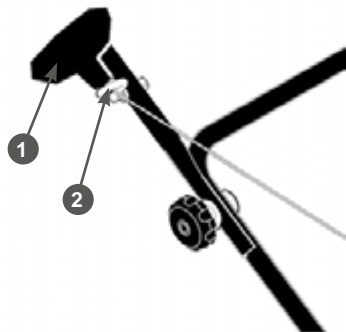

Рис. 7. Крепление ручки стартера на рукоятке
7. Закрепите ручку стартера на кронштейне 5 (Рис. 1). Для этого нажмите рычаг 5 остановки двигателя (Рис. 2) и медленно потяните за ручку стартера, чтобы вытянуть шнур из корпуса стартера на требуемую длину. Затем пропустите шнур стартера через витки кронштейна и отпустите ручку стартера. Ручка стартера должна зафиксироваться на кронштейне, как показано на Рис. 7.